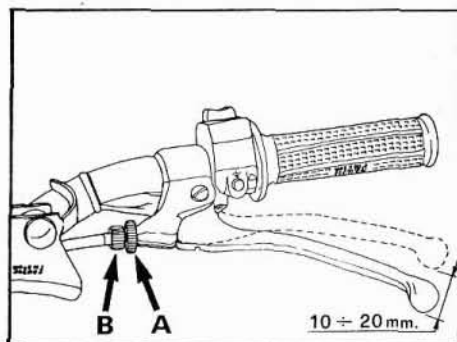

Fig. 13 - Comando frizione.
- sbloccare la ghiera A ed avvitare il regolafilo B Fig. 13 in senso orario se si vuole aumentare il gioco della frizione, ruotarla invece in senso anti orario se lo si vuole diminuire. Terminata l'operazione infilare nuovamente sul registro tendi-cavo la copertina di protezione.